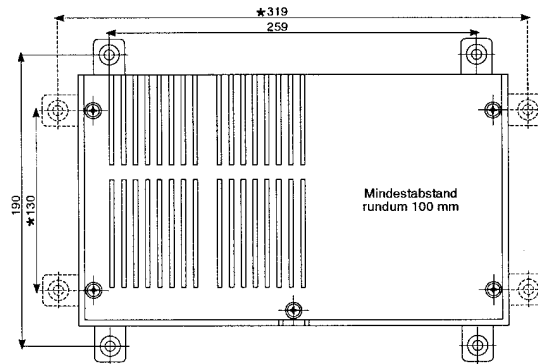

Bild 3: Aufstellen
Länge/Breite/Höhe: 320/210/90 mm (*340/173/90 mm siehe Bild 3)
5. Schritt Das Gerät mit den vier mitgelieferten Befestigungsschrauben sicher befestigen. Die Füße des Gerätes können um 90° gedreht werden. Hierzu müssen die Schrauben an den Füßen gelöst werden. Danach können die Füße gedreht und wieder fest verschraubt werden. (Siehe Befestigungsschema Bild 3).